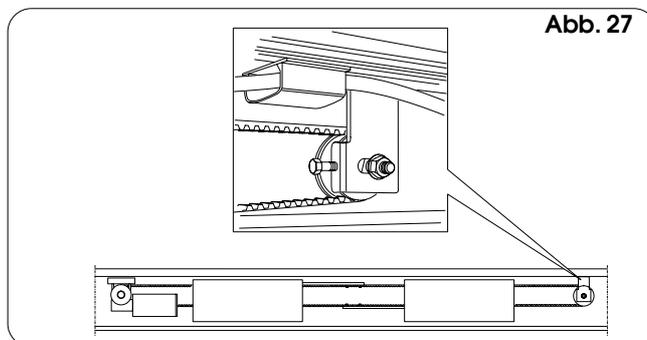

Abb. 27
- Überprüfen, ob der Riemen zu locker oder zu sehr gespannt ist. Eventuell ist die Regulierung über die Einstellvorrichtung, die in Abb. 27 gezeigt wird, vorzunehmen: die Mutter lösen und die Regulierung über die Schraube ausführen (durch Anschrauben wird der Riemen gespannt, durch Lösen wird der Riemen gelockert). Dann erneut mit der Mutter sperren.